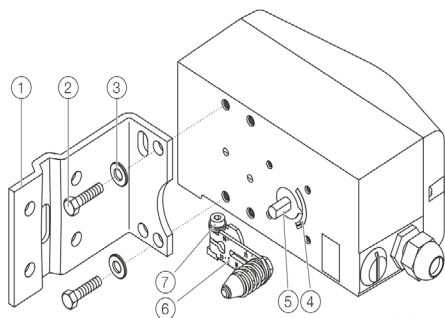
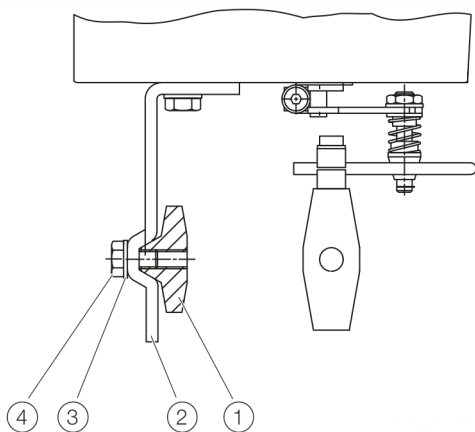

Fig. 3
Fig. 4
Ajuste o curso médio da válvula e alinhe a alavanca na horizontal (item 6 fig. 3).
Em seguida, aperte o parafuso de montagem (item 4 fig. 4) (a alavanca se move entre as marcas de seta item 4 fig. 3).